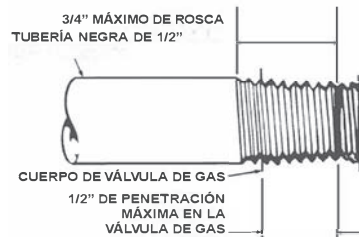

Figure 2. Exigences de raccordement pour le robinet/vanne de gaz
- Les filets mâles sur les conduits qui doivent être installés dans le robinet de gaz doivent respecter les exigences de la Figure 2. Les filets plus longs que ceux illustrés dans cette figure peuvent causer une distorsion et un mauvais fonctionnement du robinet/vanne de gaz.